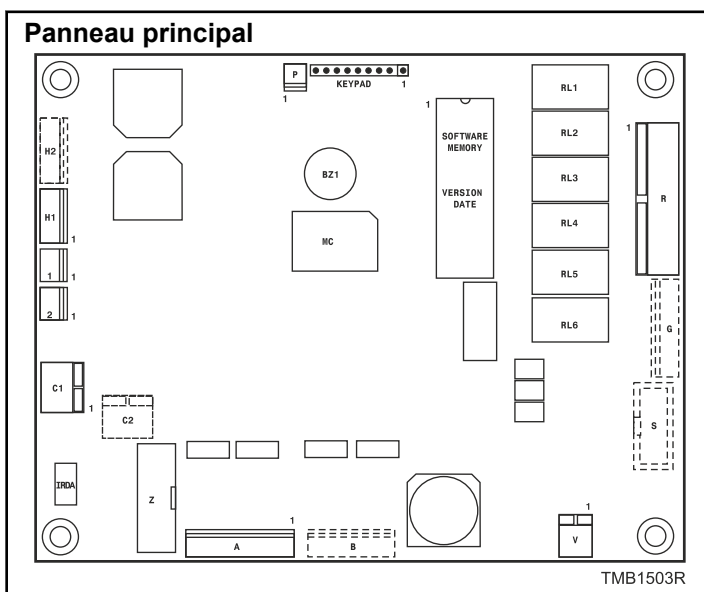

Figure 8
- Assurez-vous de positionner correctement la nouvelle puce. Reportez-vous à *Figure 8*